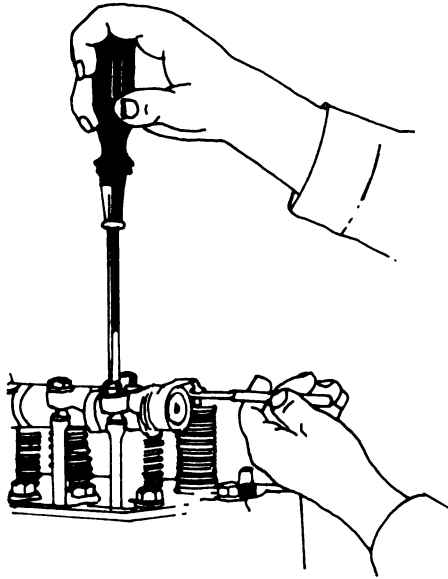

Fig. 23. Con un calibrador *gauge* se regula la luz del primer balancín.
- 5) Después de retirar la tapa de los balancines, afloje el tornillo del primer balancín (escape) y con un calibrador laminar (*gauge*) déle la luz recomendada (aprox. 0.018") (Fig. 23).